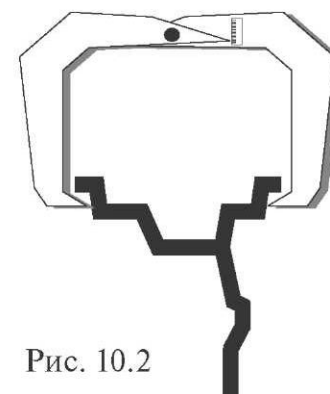

Рис. 10.2
10.3. Ширина и диаметр обода обычно отмечена на его маркировке. При отсутствии маркировки или невозможности её прочтения ширину и диаметр обода следует измерить специальным инструментом - кронциркулем (см. рис. 10.2).